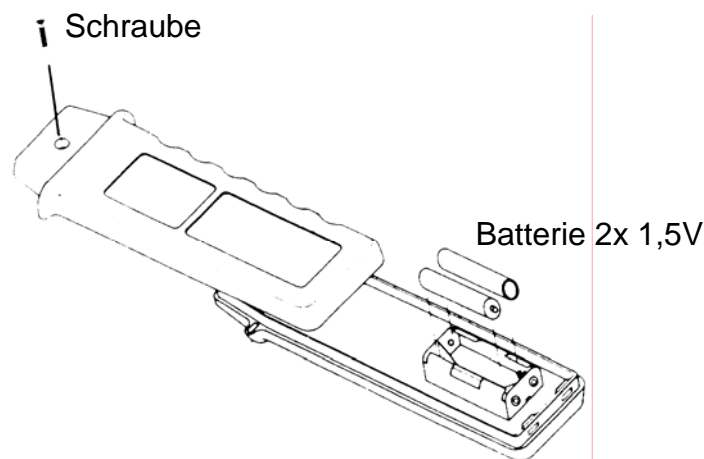

Abb.2
2. Legen Sie das Meßgerät mit der Vorderseite nach unten auf eine weiche Unterlage und entfernen Sie die Schraube auf der Gehäuserückseite (siehe Abb.2)